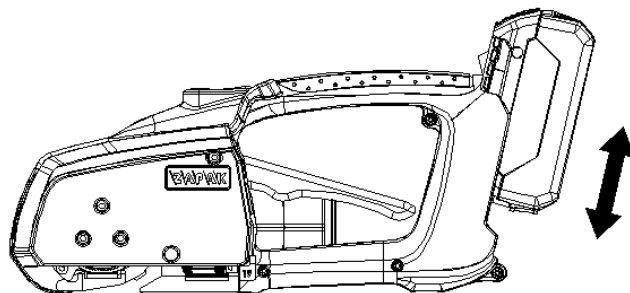

ABBILDUNG 5. Darstellung des Einsetzens und Abnehmens des Akkus
Setzen Sie den voll geladenen Akku wie dargestellt in das Werkzeug ein (ABBILDUNG 5). Achten Sie darauf, dass der Akku heruntergedrückt und die Akku-Auslösetaste eingerastet ist. Drücken Sie den Spanntaster einmal. Alle LEDs des Steuerfelds sollten aufleuchten und die vorherigen Einstellungen, begleitet von einem Signalton, eingerichtet werden. Dadurch wird angezeigt, dass das elektrische System des Akkus unter normalen Umständen betriebsbereit ist.
- * **Wenn die Akku-Ladezustands-LED am Steuerfeld „rot blinkt“, dann ist der Akku-Ladezustand zu niedrig zum arbeiten und der Akku sollte aufgeladen werden.** In einem solchen Zustand sollte NICHT mit dem Werkzeug gearbeitet werden. Gleichzeitig hören Sie den Signalton in gleichmäßigen Intervallen. Drücken Sie den Akku-Auslöser auf der Oberseite des Akkus und ziehen Sie ihn nach oben vom Werkzeug ab. Der Signalton ertönt, bis der Akku abgenommen wurde. (ABBILDUNG 5)